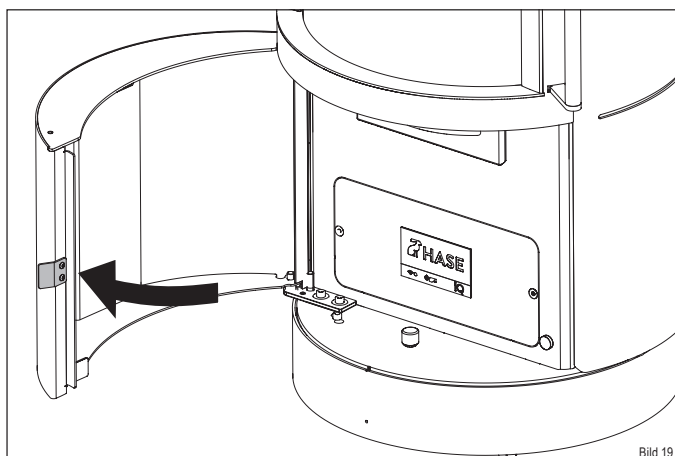

Bild 19
- ▶ Öffnen Sie die Bedienungstür (Bild 19).